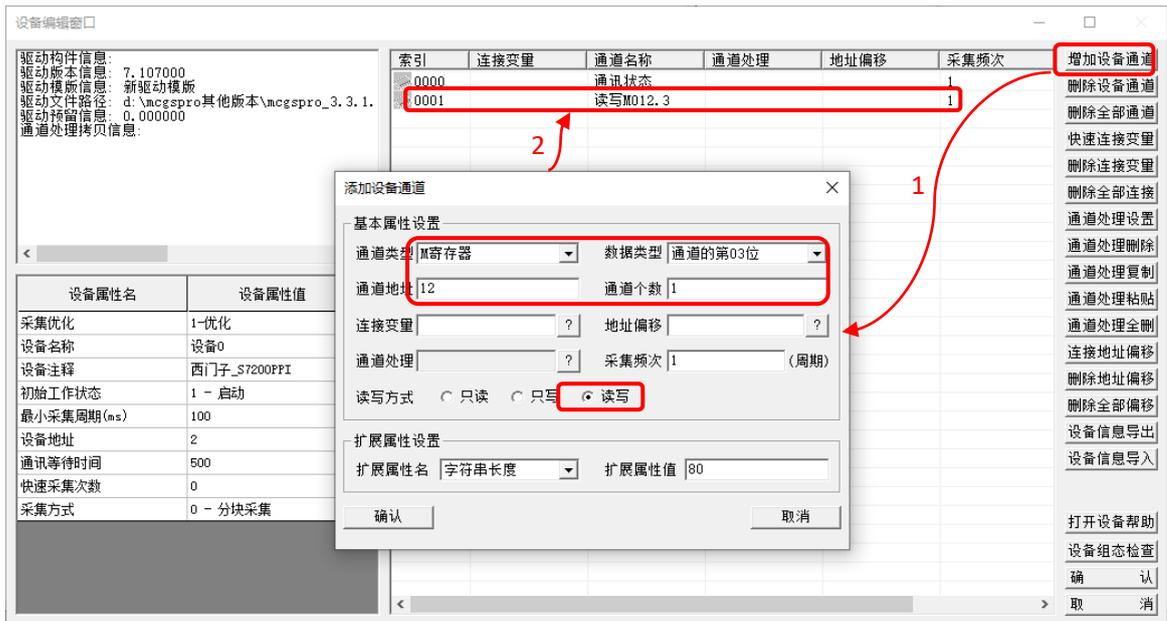

图 4.2-1 增加设备通道 M012.3
- ① 添加位通道：在设备窗口，双击“西门子_S7200PPI”驱动进入“设备编辑窗口”。如图 4.2-1 所示，先通过“删除设备通道”按钮，删除默认的通道；再点击“增加设备通道”按钮，弹出“添加设备通道”对话框，选择通道类型“M 寄存器”，数据类型“通道的第 03 位”，通道地址为“12”，通道个数为“1”，读写方式选择“读写”。设置完成点击“确认”。可以看到设备编辑窗口增加通道成功。